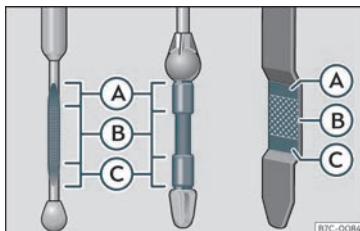

Fig. 202 Barra de medición do nivel de aceite.
- A continuación, volva extraela e comprobe o nivel de aceite » **fig. 202**. Se for necesario, recargue aceite do motor.
- Cando o nivel de aceite alcance como mínimo a zona»» **fig. 202 (B)**, enrosque o tapón da boca de recarga con coidado »» ⓘ.
Se o nivel de aceite está por encima da zona»» **fig. 202 (A)**, non arranque o motor. Pode causar danos no motor e no catalizador. Informe a un taller especializado.
O nivel de aceite non deberá estar en ningún caso por encima da zona»» **fig. 202 (A)**. De non ser así, podería aspirarse aceite polo respiradouro do cárter do cegoñal e chegar a atmosfera a través do sistema de escape.